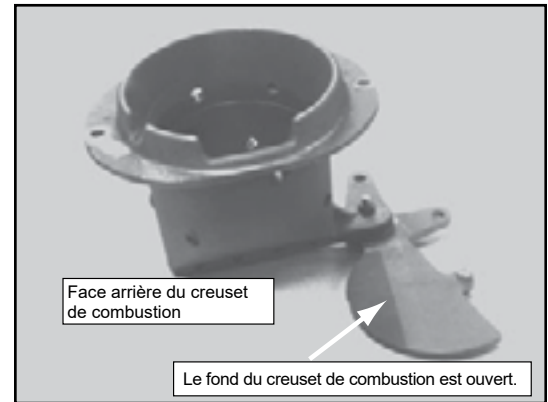

Figure 19.2
- d. Fermez complètement la plaque de fond du creuset de combustion quand vous avez terminé (**Figure 19.2**).